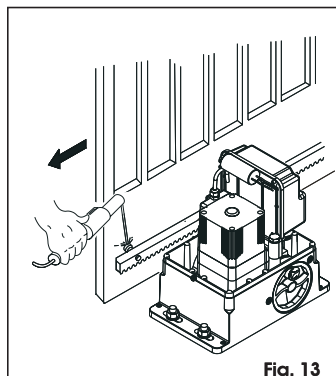

Fig. 13
3. Appoggiare sul pignone il primo pezzo di cremagliera a livello e saldare il nottolino filettato sul cancello come indicato in Fig.13.